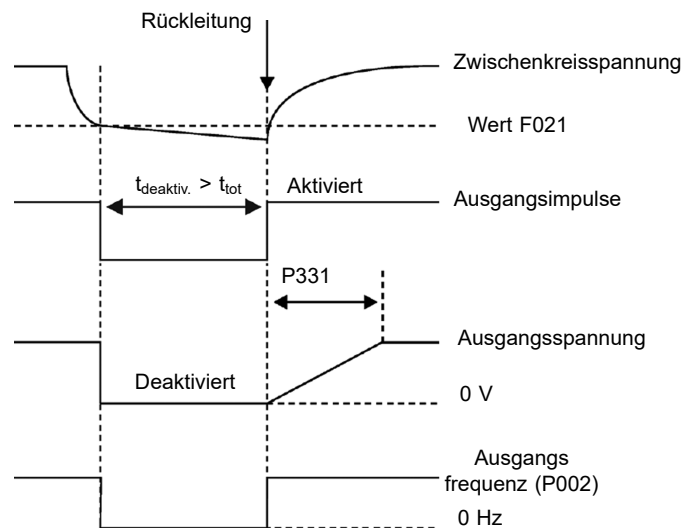

Abbildung 8.7: Ausführung der Funktion Durchlauf
- Funktion Durchlauf (Ride-Through Function - RT) (RT):** Die Funktion Durchlauf deaktiviert die Ausgangsimpulse des Umrichters (IGBT), sobald die Versorgungsspannung einen Wert unterhalb des Werts "Unterspannung" erreicht. Es wird dadurch kein Fehler aufgrund von Unterspannung (F021) ausgelöst und die Zwischenkreisspannung sinkt langsam, bis die Versorgungsspannung zurückkehrt. Falls die Versorgungsspannung zu lange nicht zurückkehrt (über 2 Sekunden), kann der Umrichter den Fehler F021 (Unterspannung im Gleichspannungs-Zwischenkreis) anzeigen. Wenn die Versorgungsspannung zurückkehrt, kann der Umrichter die Pulse erneut aktivieren, sofort die Nennfrequenz auferlegen (wie in der Funktion fliegender Start) und eine Spannungsrampe mit der in Parameter P331 definierten Zeit erzeugen. Siehe Abbildung 8.7 auf Seite 8-11.